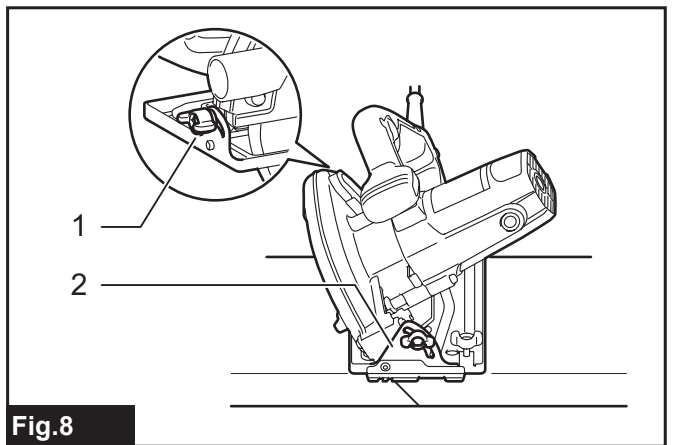

Fig.8
► **Rys.8:** 1. Śruba zaciskowa 2. Płyta z podziałką kąta cięcia w pionie